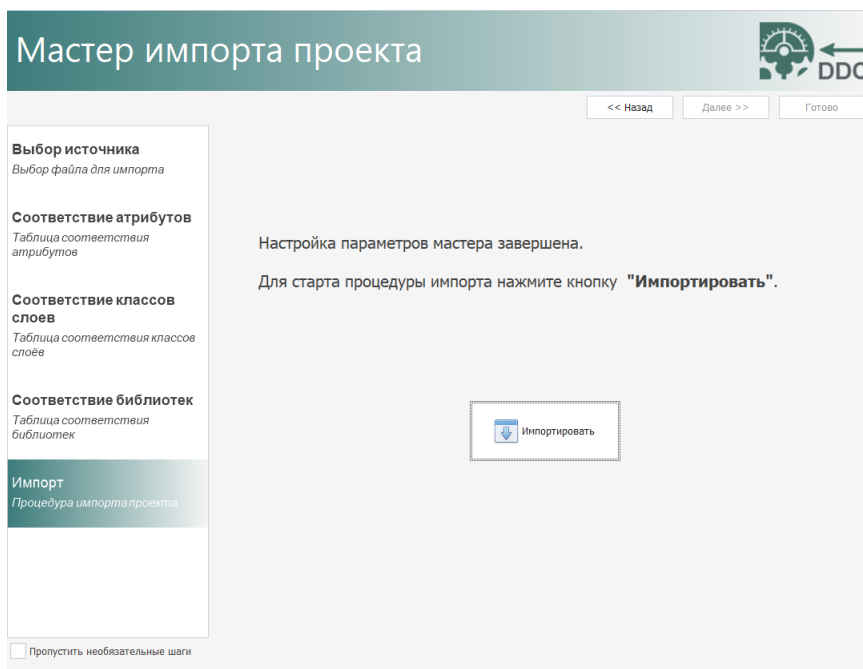

Рис. 62 Запуск процедуры импорта
12. Для старта процедуры импорта нажмите «Импортировать» на следующем шаге, Рис. 62.